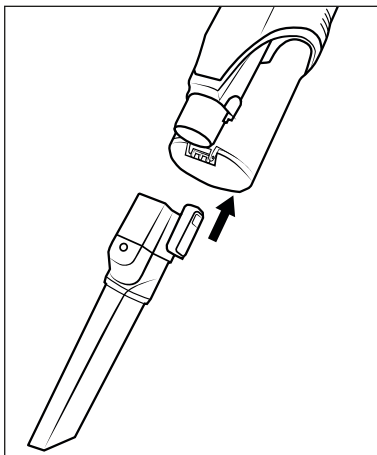

Fig. 14
- ♦ Monte el accesorio en el tubo de aspiración **24** o en el orificio de aspiración del aparato hasta que encaste con un chasquido (consulte la fig. 14). Para ello, asegúrese de que el encastre esté en la posición correcta.